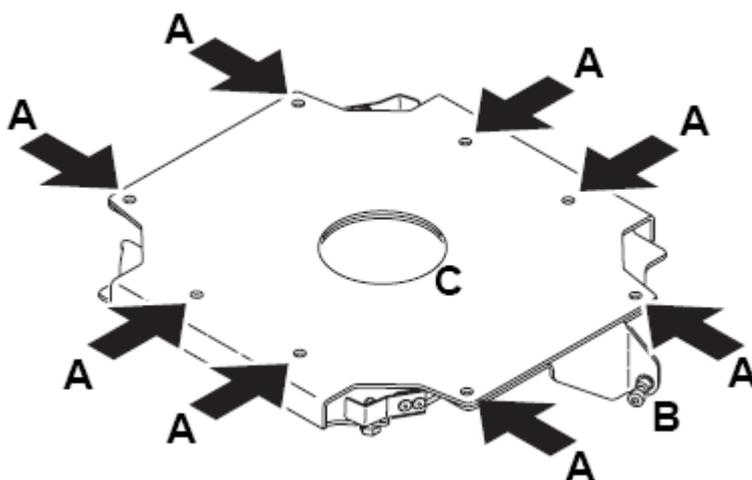

Рис.4 Точки установки
При установке smartMAC на кронштейн, сделайте полный оборот по часовой стрелке и надежно закрепите монтажные штыри на дне прибора. Закрутите предохранительный болт (B на рис.4) и самостоятельно проверьте надежность установки прибора.
2. См.рис.4. Закрепите кронштейн на монтажной поверхности при помощи восьми крепежей, устанавливаемых в 5.5 миллиметровые монтажные отверстия А. Удостоверьтесь, что закрепленный кронштейн может выдержать десятикратный вес прибора smartMAC.